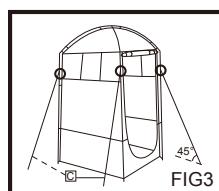

FIG3
- Ate uno de los extremos de las cuerdas <C> a los cuatro arcos de la tienda exterior <A>. (FIG3)
- Ate el otro extremo a las estacas de la tienda <D> y ajústelas clavando las estacas <D> en el suelo. (FIG3)